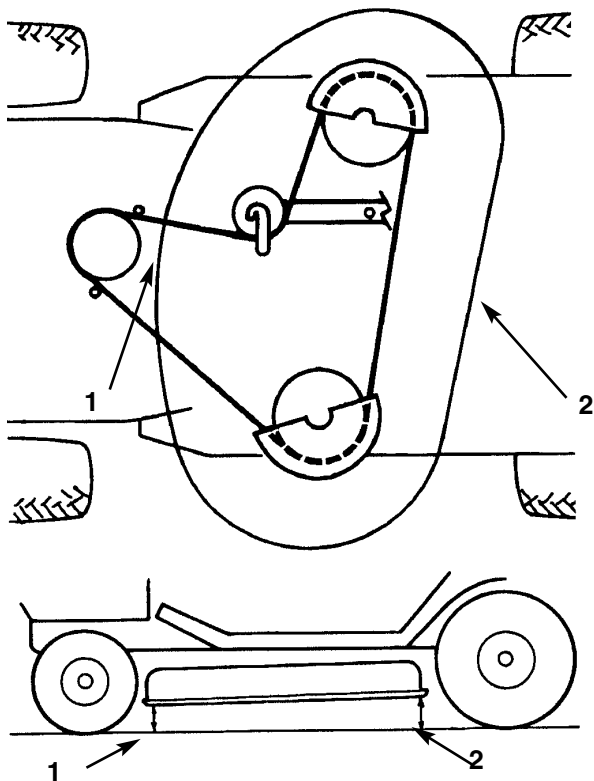

Fig. 51
- Undersøk hellingen fremfra og bakover ved å måle mellom klipperens underkant (midt på foran og midt på bak) og underlaget (fig. 51). Hvis fremste del av klipperen ikke er mellom 3,5 og 10,5 mm lavere enn bakerste del, må du justere.